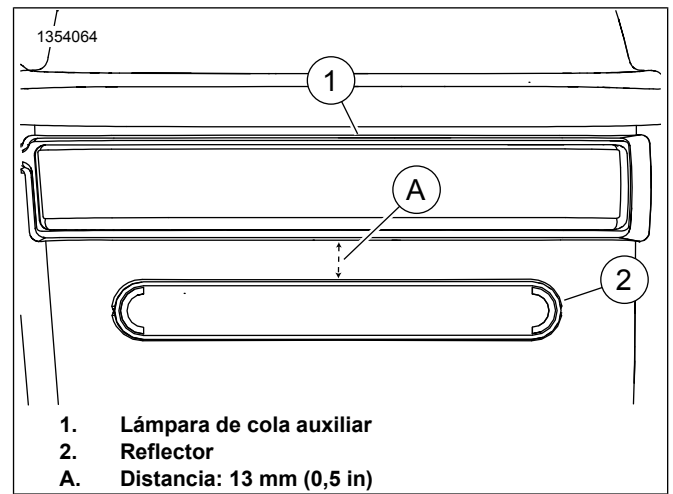

Figura 8. Colocación del reflector
- b. Vea Figura 8 . Coloque el reflector (2) en la parte trasera de la alforja centrada y Distancia: 13 mm (0,5 in) debajo de la lámpara de cola auxiliar (1).